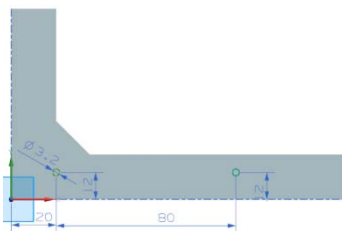

图 11-154 绘制草图
(2) 进入草图绘制环境，绘制如图 11-154 所示的草图。单击“完成”按钮 ，退出草图绘制环境。